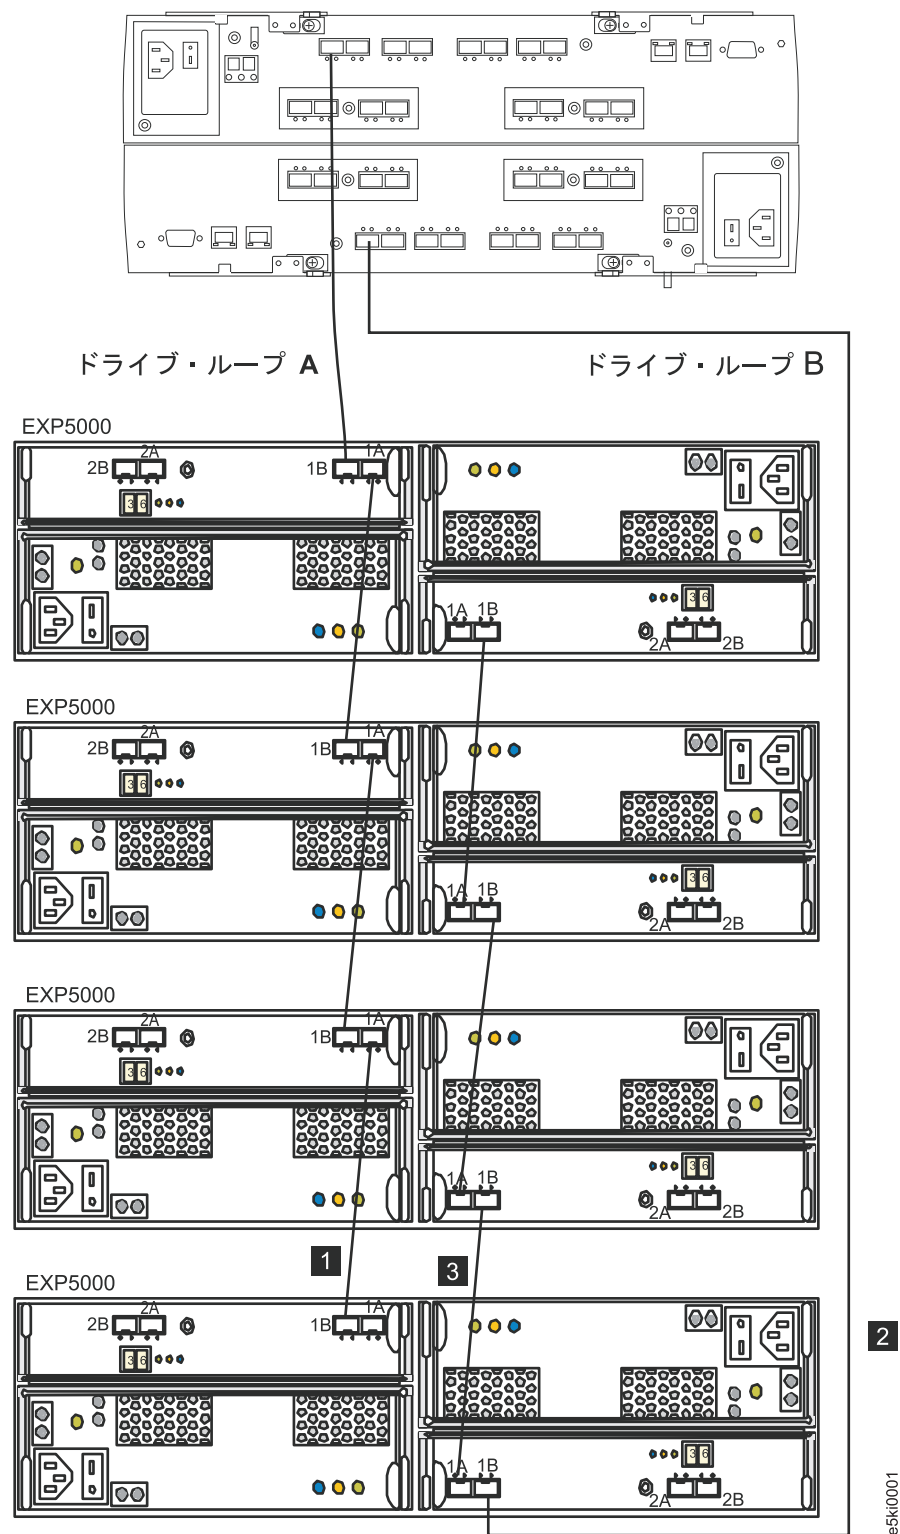

図 32. 既存の構成済みドライブ・ループへの EXP5000 のケーブル接続
79 ページの図 32 に、冗長ドライブ・ループのペアを構成した DS5000 ストレージ・サブシステムの例を示します。
79 ページの図 32 において線は、EXP5000 での既存の DS5000 構成に新規 EXP5000 を追加する方法を示しています。79 ページの図 32 に示される新規の EXP5000 を追加するには以下のステップを実行します。
4. 79 ページの図 32 (ドライブ・ループ A) で **1** とマークされたファイバー・チャネル接続を、既存 EXP5000 のポート 1A を新規 EXP5000 のポート 1B に接続して行います。次に、その接続が DS ストレージ・マネージャー・ソフトウェア GUI によって認識されることを確認します。
5. 79 ページの図 32 に **2** とマークされた既存のファイバー・チャネル接続を、既存 EXP5000 エンクロージャー ESM ポート 1B から新規 EXP5000 エンクロージャー ESM ポート 1B へ移動します。
6. 79 ページの図 32 (ドライブ・ループ B) で **3** とマークされたファイバー・チャネル接続を、新規 EXP5000 のポート 1A を既存 EXP5000 のポート 1B に接続して行います。